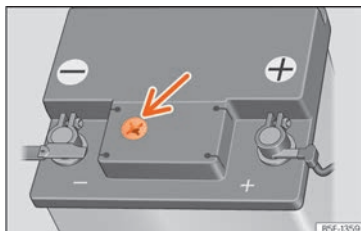

Abb. 252 Sichtfenster an der Oberseite der 12-Volt-Fahrzeugbatterie (Prinzipdarstellung).
- Prüfen Sie die Farbanzeige im runden Sichtfenster an der Oberseite der Batterie » **Abb. 252**. Für ausreichende Beleuchtung sorgen, um die Farbanzeige im Sichtfenster deutlich erkennen zu können. Niemals offene Flammen oder glimmende Gegenstände als Beleuchtung verwenden.